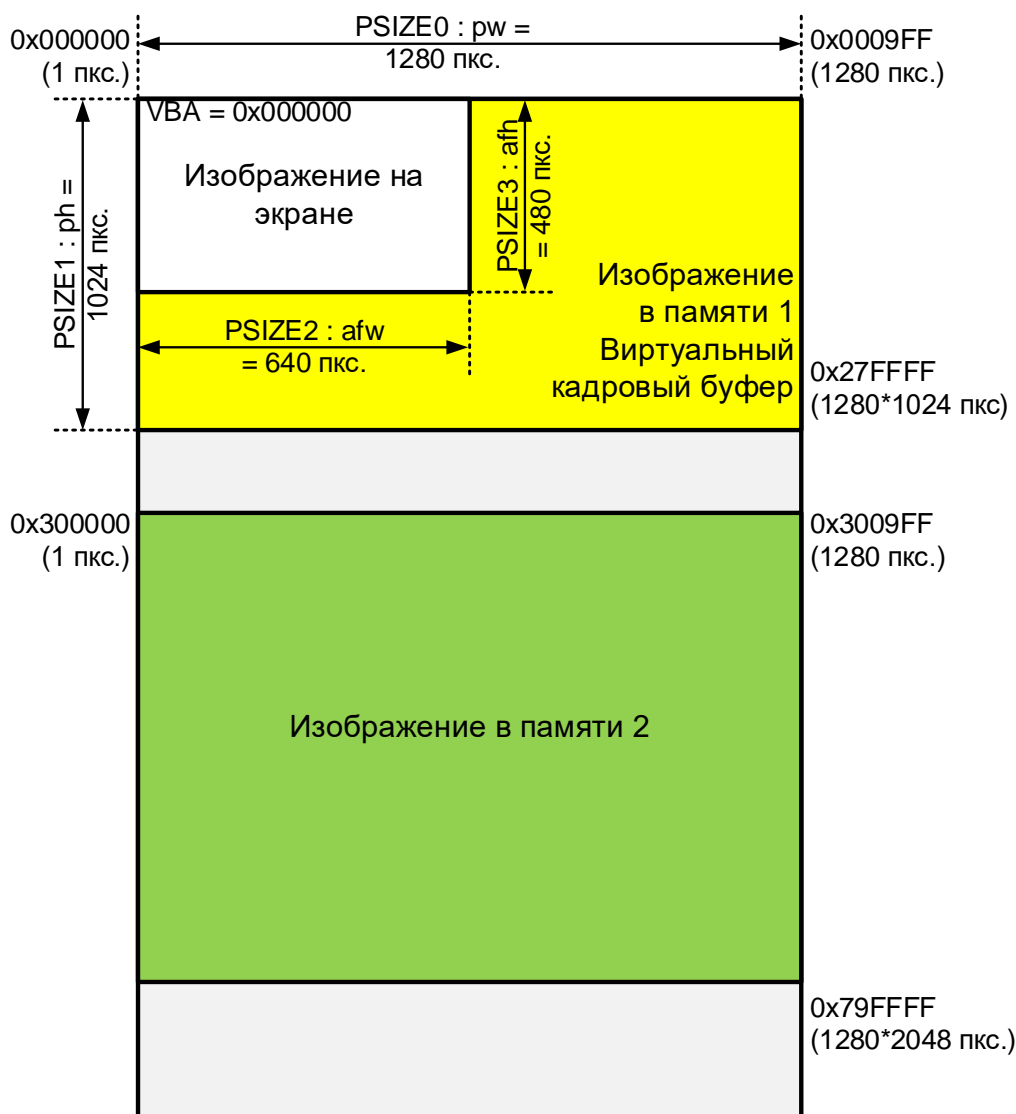

Рисунок 17 – Расположение изображений. Пример 1
- адресация внешней памяти, расположение обоих изображений и разрешение видеовывода осталось прежним (см. рисунок 17);